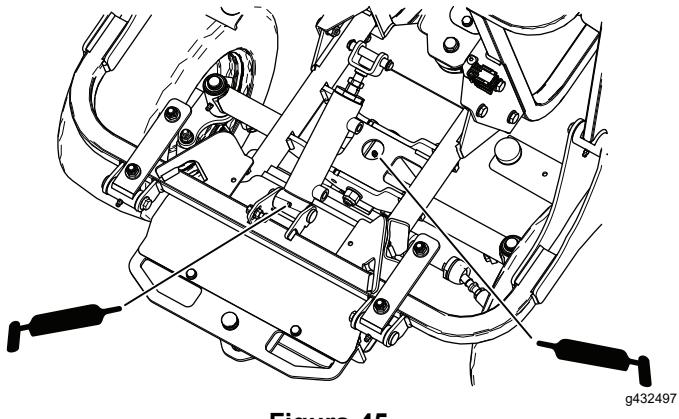

Figura 45
- Articulações da direção do eixo e do cilindro da tremonha (Figura 45)